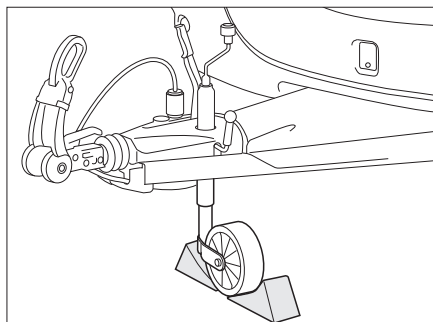

Bild 159 Säkra stödhjulet
- Ställ stödhjulet tvärs mot färdriktningen och säkra det med lämpliga hjälpmedel (Bild 159).